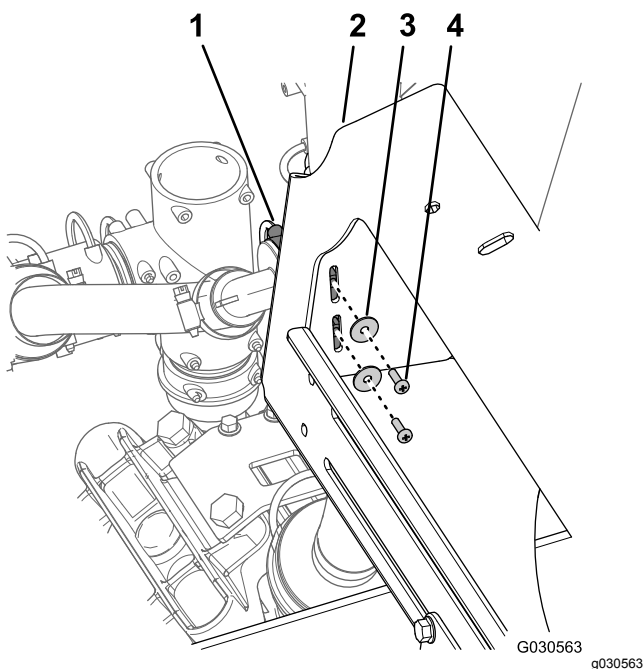

Figura 97
1. Rimuovete le 2 viti a testa cilindrica (n. 10 x $\frac{5}{8}$ ") e le 2 rondelle (n. 10) che fissano il raccordo a T al lato sinistro del supporto del collettore (Figura 97).